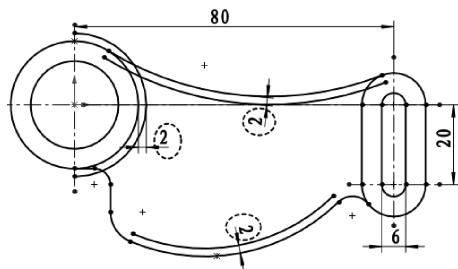

图 2-124 创建 3 条等距曲线
- 单击【等距实体】按钮 $\square$ ，偏移出如图 2-124 所示的内部轮廓中的中间线段。